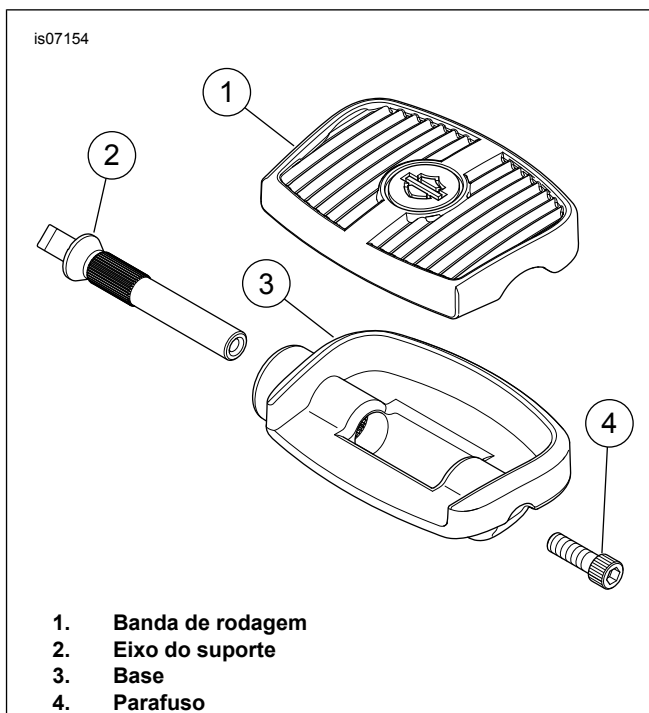

Figura 3. Kit de miniestribo: Todos, exceto 50451-09, 50501148, 50501225
- Para todos, exceto o kit 50451-09, veja Figura 3. Os parafusos (4) 94334-91T (cromados) e 12600031 (pretos) são peças de reposição disponíveis.
7. Para ajustar o estribo visando conforto: todos, exceto o kit 50451-09, veja Figura 3.
- a. Remova o parafuso de ajuste (4).
- b. Remova parcialmente o conjunto do pedal (1 e 3) do eixo de suporte (2).